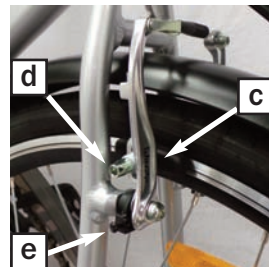

Abb. 9
Die Einstellung der V-Brakes ist an Vorder- und Hinterrad gleich. Zuerst müssen die Bremsschuhe **c** parallel zur Felge ausgerichtet werden (siehe Abb.9):
1. Zum Einstellen des Abstands an der Schraube **e** drehen (siehe Abb. 9).